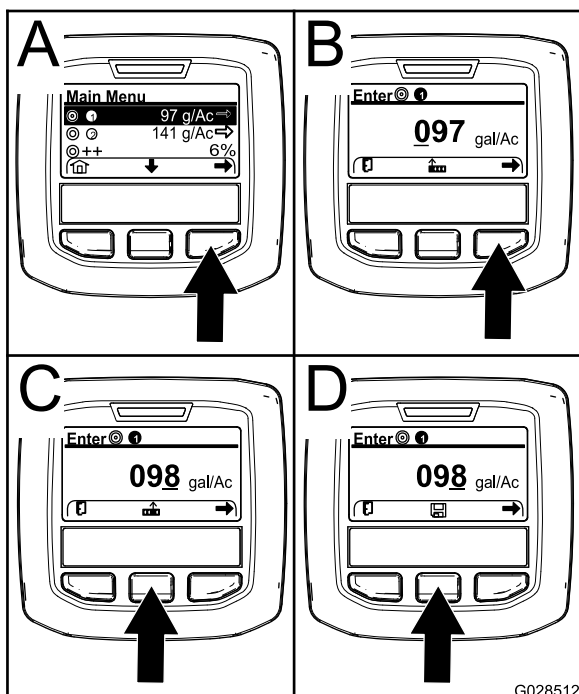

Рисунок 66
2. При необходимости нажмите среднюю кнопку выбора, чтобы выделить норму внесения для программы опрыскивателя 1 (Рисунок 66).